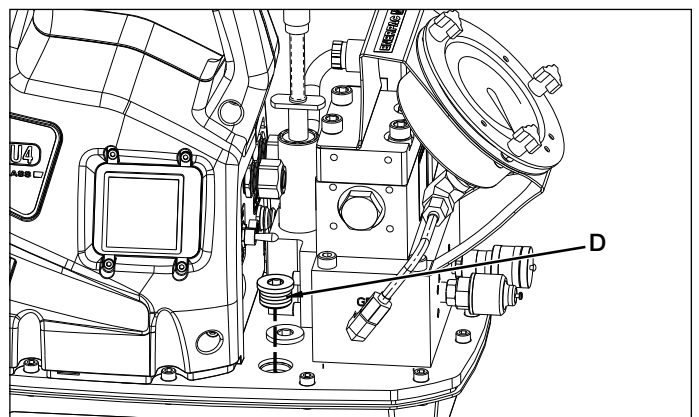
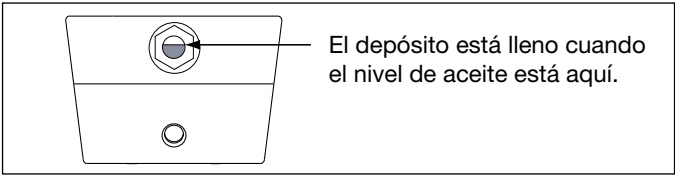

Figura 3, Tapón de llenado de aceite
Figura 5, Luz de aviso de nivel
Consultar la figura 3 para obtener las dimensiones de montaje para asegurar la bomba a una superficie fija.
Comprobar el nivel de aceite de la bomba antes de su puesta en marcha. Si fuera necesario, añadir aceite quitando el tapón SAE n.º 10 de la placa de la cubierta (véase Figura 3). El depósito está lleno cuando el nivel de aceite se encuentra en la posición que se muestra en la figura 5.
- 2. (-Q) Tipo de bomba para las llaves dinamométricas S y W de Enerpac y de otras marcas comerciales: Usar mangueras “Enerpac serie THQ-700 - 700 bar/10,000 psi máx.” Los acopladores se deben polarizar según la figura 5 para lograr un correcto funcionamiento de la llave. Garantizar que los acopladores estén completamente colocados y ajustados antes de su funcionamiento. Un ajuste parcial de los acopladores no permitirá un funcionamiento adecuado de la llave.
6. Llenar el depósito con aceite hidráulico Enerpac nuevo. El depósito está lleno cuando el nivel de aceite está como muestra la figura 5.